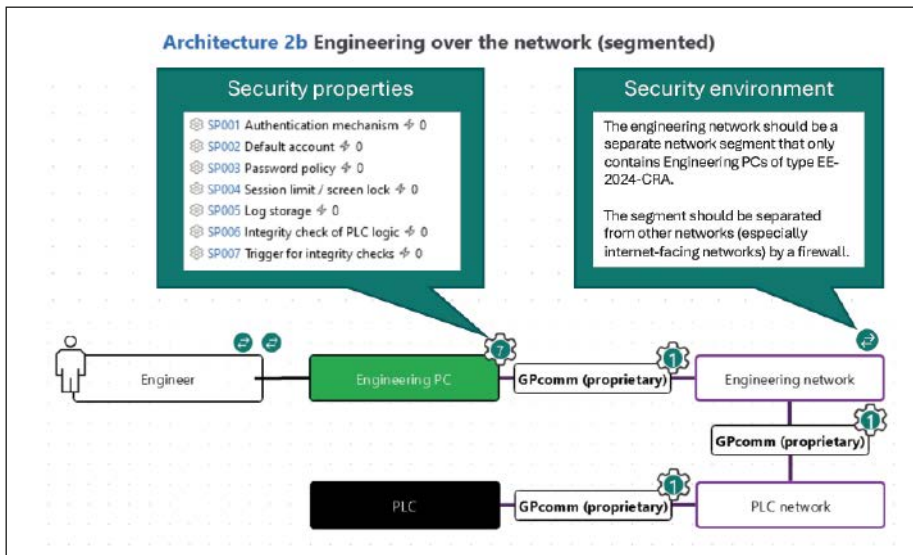

Abb. 4: Security-Eigenschaften (blaugrüne Icons) für den Engineering-PC (grün) und seine Umgebung am Beispiel der Einbaumgebung 2b
- 3. Security-relevante Eigenschaften explizit kennzeichnen: Für eine ausgewählte Einbaumgebung fällt es dann auch viel leichter, explizit die security-relevanten Eigenschaften der Komponente hervorzuheben – idealerweise mit Empfehlungen, wie diese Eigenschaften konfiguriert werden sollten. Auch Empfehlungen für Komponenten in der Umgebung können so transportiert werden (Beispiel in Abb. 4).